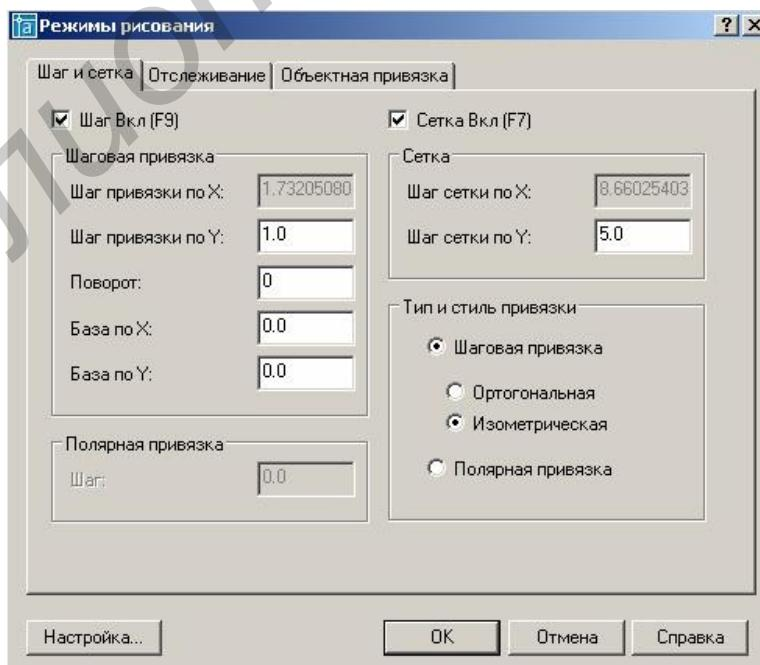

Рис. 22. Графические настройки при выполнении аксонометрии
- в появившемся диалоговом окне **Режимы рисования** установим параметры, показанные на рис. 22, и нажмем кнопку **OK**;